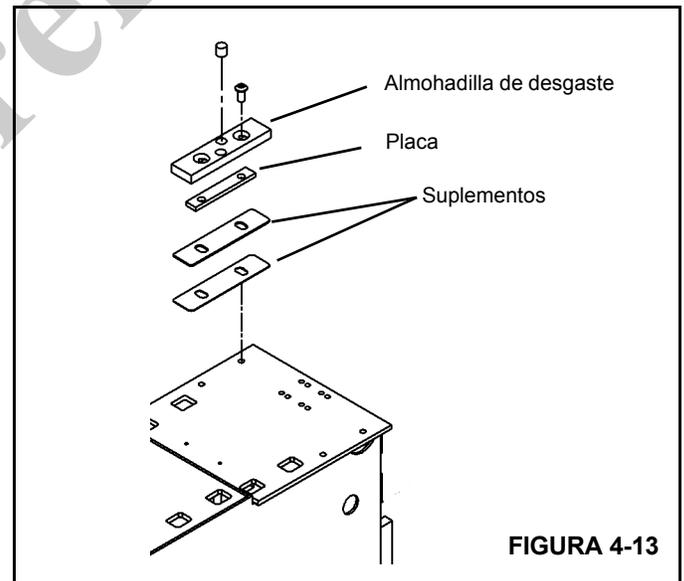

FIGURA 4-13
13. En el extremo de la base de la 2ª sección, instale la almohadilla de desgaste superior y la placa (Figura 4-13).